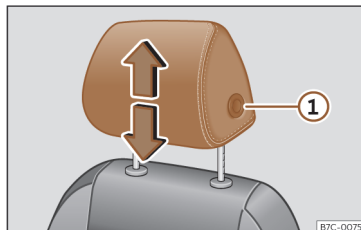
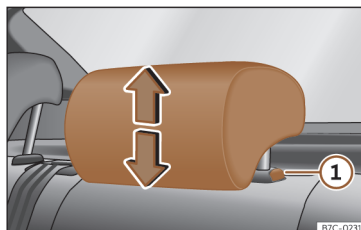

Fig. 69 Siège avant : réglage de l'appuie-tête.
Fig. 70 Appuie-tête arrière : réglage de l'appuie-tête.
- Saisissez l'appuie-tête des deux côtés avec les mains puis poussez-le vers le haut jusqu'à ce qu'il s'enclenche dans la position désirée. Pour le rabaisser, faites de même en appuyant sur le bouton latéral ① >>> fig. 69 , >>> fig. 70.